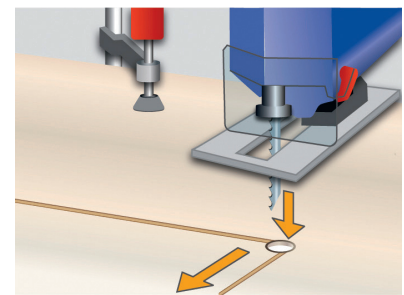

Abb. 2
- Tauchschnitte vermeiden, wenn möglich immer vorbohren (Abb. 2).
- Bohrung setzen, Durchmesser so wählen, dass das eingefädelt Sägeblatt kontaktfrei anlaufen kann (Abb. 2).